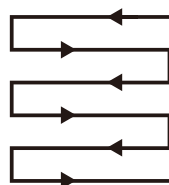

Fig. 27
5. Tondre suivant des rangées qui se chevauchent légèrement. Le modèle le plus efficace pour tondre les pelouses est la ligne droite parallèle à l'une des bordures. Cela permet de tondre la pelouse en rangées régulières et garantit qu'aucun endroit de la pelouse n'a été oublié (Fig. 27).